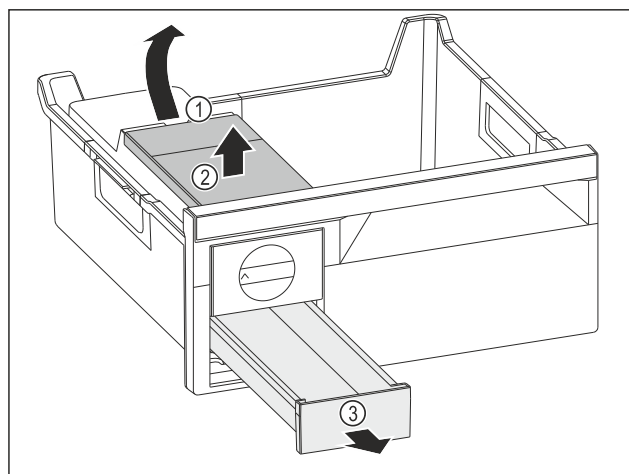

Fig. 135
- Scoaterea rezervorului de apă: Ridicați rezervorul de apă de la degajare Fig. 135 (1).
- Scoateți rezervorul de apă Fig. 135 (2) în sus.
- Scoateți sertarul pentru cuburi de gheață Fig. 135 (3) spre înainte.